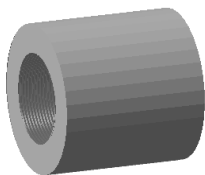

图 6-167 实体切削仿真 (10)
- 单击对话框中的 View from last result 按钮，然后单击 Forward replay 按钮，显示实体切削仿真(10)如图 6-167 所示。